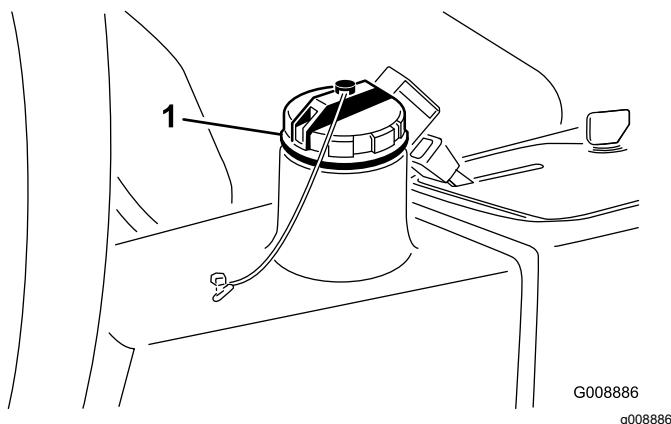

Figura 80
2. Pulite attorno al collo del bocchettone e del tappo del serbatoio idraulico (Figura 80).